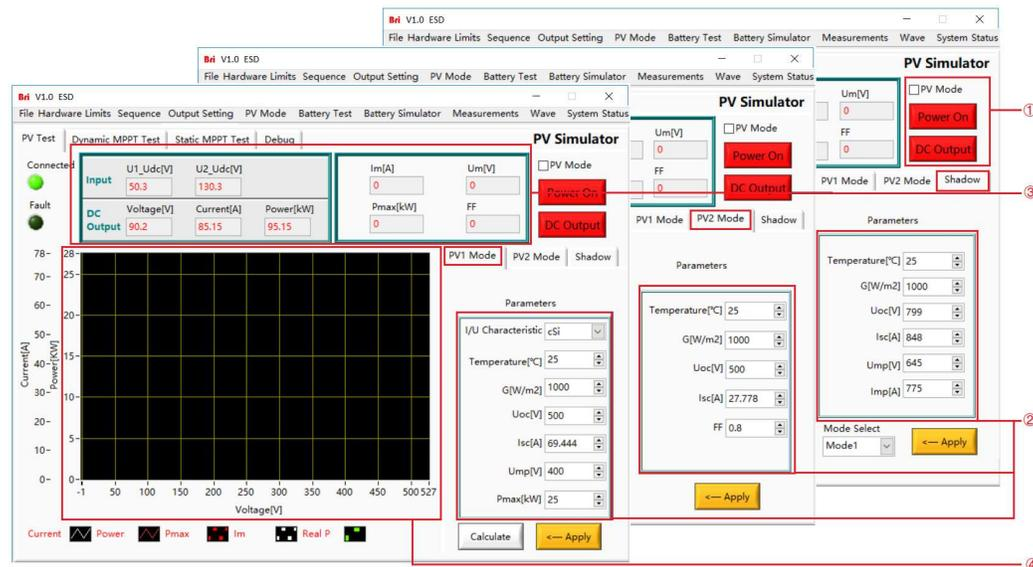

图 5-14 I-V 曲线设置
通过输入简单的参数即可创建 I-V 曲线，每条曲线包含 1024 个数据点。可以通过修改辐射水平和温度，来测试并网逆变器在真实条件下（云遮蔽和面板温度升高）的性能。设置 I-V 曲线的方法有三种，如 PV1、PV2、阴影（如图 5-14）。
勾选 PV 模式 (PV Mode)，依次点击“Power On” → “DC Output”启动电源。设置 I/U 特性（晶硅/薄膜方式）、温度 (Temperature)、辐照度 (G[W/m²])、开路电压 (Uoc)、短路电流 (Isc)、峰值电压 (Ump)、最大功率 (Pmax) 等参数 (图 5-14②)，依次点击“计算 (Calculate)” → “应用 (Apply)”按钮，软件自动计算，Pm, Um, Im, FF 参数值实时显示于界面上方 (图 5-14③)，并在波形显示区生成 I=f(U)、P=f(U)曲线 (图 5-14④)。
设置光伏组件的温度 (Temp of Module)、辐照度 (Irradiance)、开路电压 (Uoc)、短路电流 (Isc) 等参数 (图 5-14②)，按下“设置 (Set)”按钮后，软件自动计算 Pm, Um, Im, 填充因子 (FF) 等参数值显示于界面上方 (图 5-14④)，并在波形显示区生成 I=f(U)、P=f(U)曲线。
在阴影设置页面中，可选择两种模式，用户可设置模块的光伏组件的温度 (Temp of Module)、辐照度 (Irradiance)、开路电压 (Uoc)、短路电流 (Isc)、峰值电压 (Ump)、峰值电流 (Imp) 等参数 (图 5-14③)，按下“设置 (Set)”按钮后，软件自动计算 Pm, Um, Im, FF 参数值并显示于界面上方 (图 5-14④)，并在波形显示区生成 I=f(U)、P=f(U)曲线。